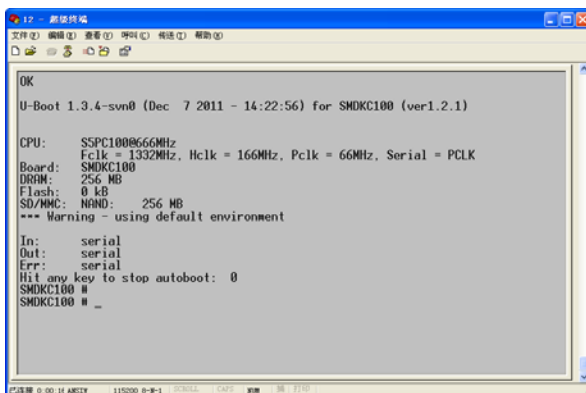

图 8-8 UBOOT 启动
(1) 先确保开发板上已有 uboot，上电后启动可以看到如图 8-8 所示内容。